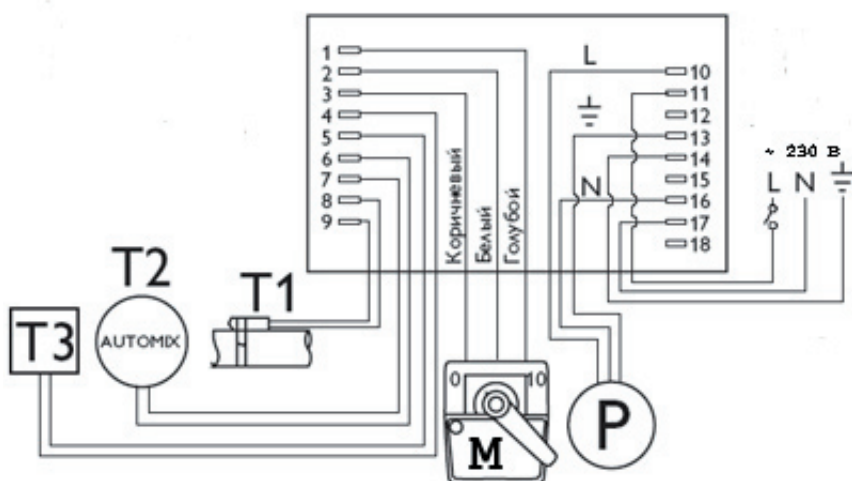

Рис. 2
4. Подключите провода согласно схеме на рис. 2. Для подключения питания используйте провода сечением $3 \times 1.5 \text{ мм}^2$, для электропривода - $3 \times 0.5 \text{ мм}^2$, для датчиков при необходимости удлинения - $2 \times 0.5 \text{ мм}^2$.
5. Подключение по схеме на рис. 2 (голубой провод - к клемме 1, белый - к клемме 2, коричневый - к клемме 3) предназначено для вентиля, который открывает подачу теплоносителя в систему отопления при вращении по часовой стрелке. Если вентиль открывает подачу теплоносителя при вращении против часовой стрелки - необходимо изменить направление вращения электропривода, для этого поменяйте местами коричневый и белый провода (голубой провод - к клемме 1, коричневый - к клемме 2, белый - к клемме 3)